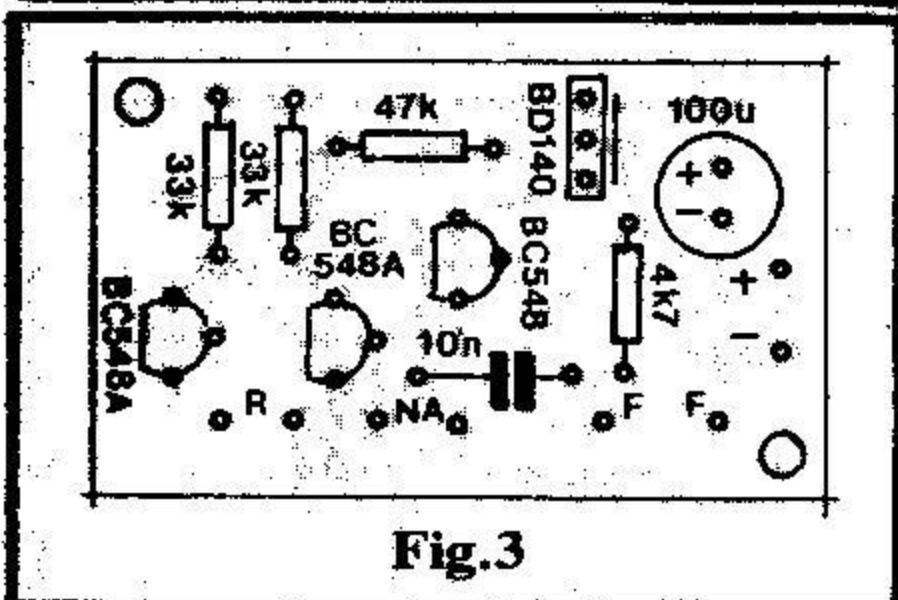

Fig.3
- FIG. 3 - "CHAPEADO" DA MONTAGEM - A figura mostra o "outro lado" (não cobreado) da placa, já com as principais peças devidamente posicionadas... Códigos, polaridades, valores, etc., estão todos indicados, de modo a facilitar a interpretação... Lembramos que os maiores cuidados e atenções devem - como sempre - ser dedicados aos componentes polarizados (transistores e capacitor eletrolítico, no caso...). Os "BCs" têm sua posição referenciada pelo lado "chato", enquanto que o "BD" deve ser posicionado levando-se em conta a sua face metalizada, que deve ficar voltada para o local ocupado pelo capacitor eletrolítico... Cuidado